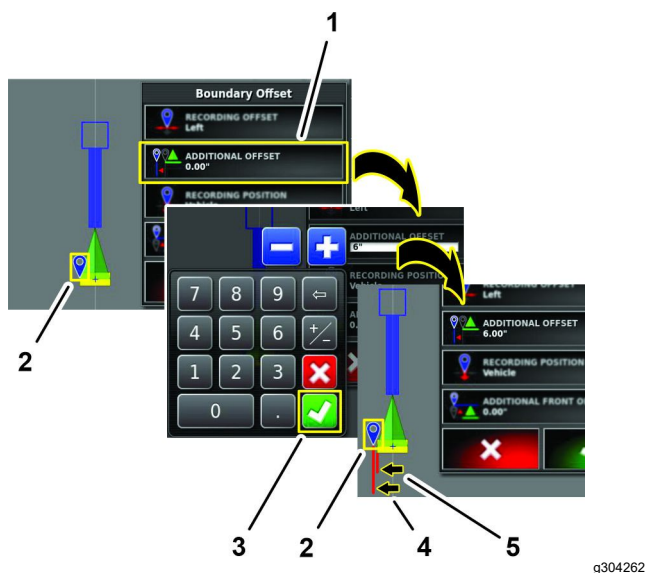

Figura 199
1. Pressione o ícone AFASTAMENTO ADICIONAL (Figura 199).
- Utilize o teclado virtual para inserir a distância de afastamento lateral e, em seguida, pressione o ícone Confirmar (Figura 199).